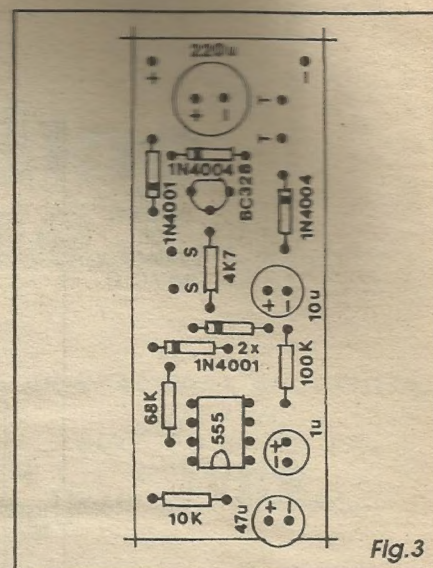

Fig.3
- **FIG. 3 - CHAPEADO DA MONTAGEM** - Com o impresso pronto e conferido, agora podemos colocar e soldar os componentes principais (que ficam *sobre* a face não cobreada da placa, vista na figura também em tamanho natural...). O gabarito do diagrama traz todos os códigos, valores, polaridades dos componentes, estes estilizados de forma a proporcionar um fácil e direto entendimento (mesmo pelos leitores/hobbistas iniciantes...). É só seguir tudo, passo a passo, com atenção, sem pressa... Lembrar que vários dos componentes são *polarizados* devendo ter seus